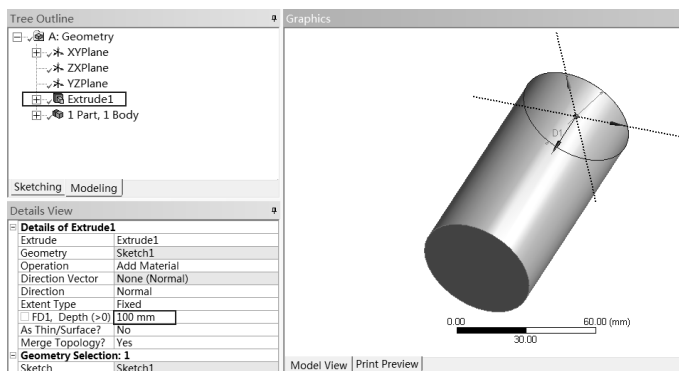

图 2-48 拉伸操作
Step10: 单击工具栏中的  Extrude (拉伸) 按钮，此时在 Tree Outline (模型树) 的 A:Geometry 下出现一个“拉伸”命令，如图 2-48 所示，在 Details View 面板的 Details of Extrude1 下面设置如下。